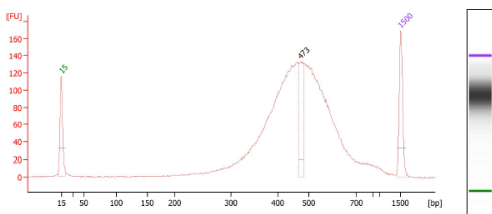

图 2 标准流程 PCR 纯化后产物 Agilent 2100 Bioanalyzer 检测结果
3.8.2 通过 Bioanalyzer、Tapestation (Agilent Technologies); LabChip® GX、GXII、GX Touch (PerkinElmer); Fragment Analyzer™ (Advanced Analytical)等基于电泳分离原理的设备对 PCR 纯化后产物进行片段分布检测。图 2 为标准实验流程 PCR 纯化产物的 Agilent 2100 Bioanalyzer 检测结果。